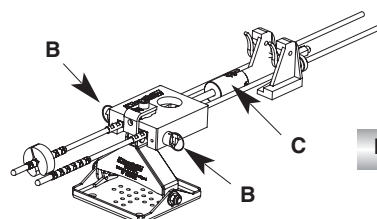

Fig. 27
- 7) Bloccare i due assi laterali di fissaggio dell'attrezzo sull'ancoraggio effettuando un quarto di giro sugli stessi, che dovranno configarsi nettamente (dettaglio B Fig 27). Verificare il loro posizionamento.
- 8) Procedere alla messa in tensione avvitando il dado d'estremità del perno filettato finché l'indice di visualizzazione (dettaglio C Fig 27) non indica 200 Kg (max).
- 7) Bloccare i due assi laterali di fissaggio dell'attrezzo sull'ancoraggio effettuando un quarto di giro sugli stessi, che dovranno conficcarsi nettamente (dettaglio B Fig 27). Verificare il loro posizionamento.